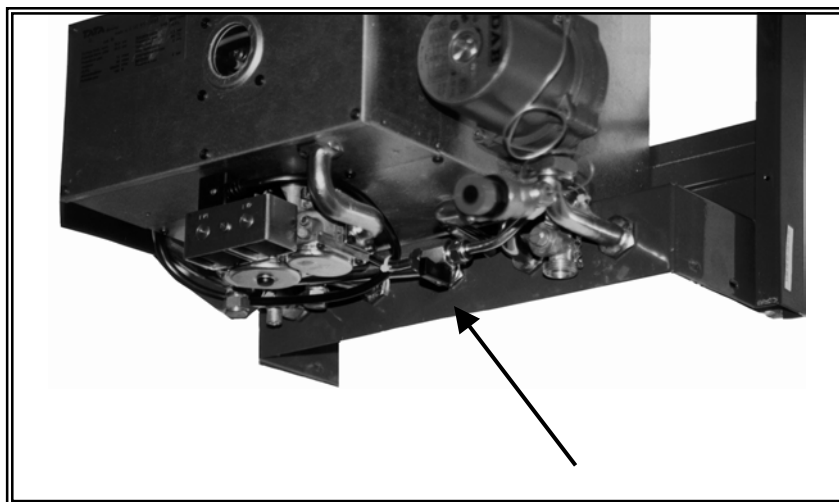

Fig. 1 Rubinetto di riempimento
Prima di procedere con l'accensione controllare che la pressione dell'impianto, segnata sull'idrometro (H) abbia un valore compreso tra 1 e 1,5 bar ed in caso contrario ripristinarla per mezzo del rubinetto di riempimento posto nella parte inferiore della caldaia, (vedi fig. 1). Ad operazione ultimata richiudere bene il rubinetto.